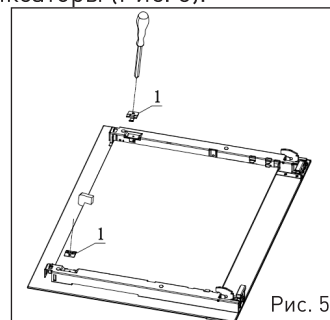

Рис. 5
5. Ослабьте фиксаторы (Рис. 5).